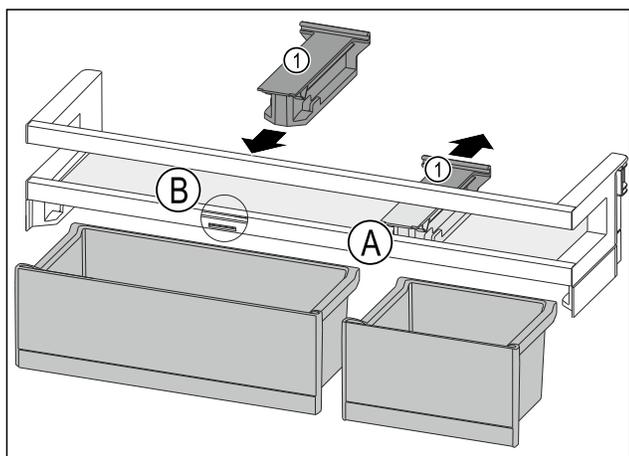

Fig. 81
- ▶ Retirer la pièce de retenue Fig. 81 (1) en position Fig. 81 (A) vers l'arrière.
- ▶ Mettre la pièce de retenue Fig. 81 (1) en position Fig. 81 (B).